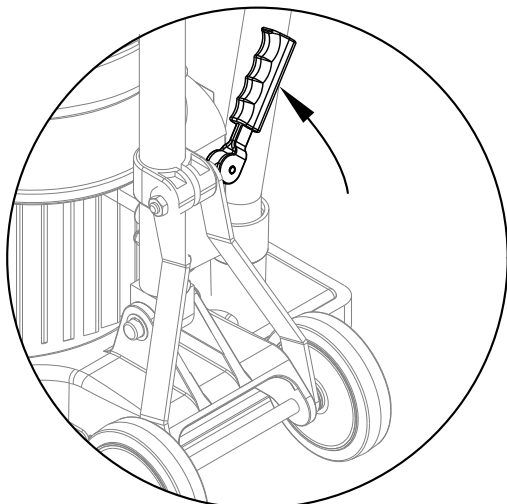

Рисунок 1
2. Поднимите и закрепите ручку в вертикальном положении. Чтобы заблокировать ручку, потяните рычаг нагнетания воздуха для опускания ручки. См. рисунок 1.